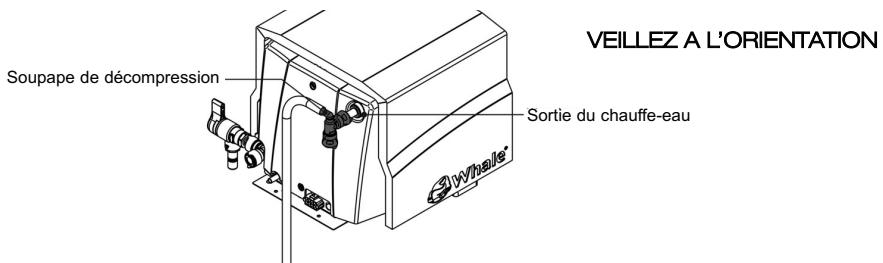

Fig. 24 Soupape de décharge installée
c. Glissez la soupape de décharge dans la sortie du chauffe-eau. Veillez à ce que le raccord doit bien enfoncé, correctement positionné et étanche. Veillez à orienter l'ensemble de la soupape de décharge comme indiqué dans la Fig. 24.